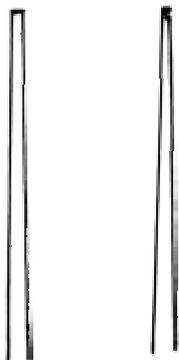

Abb. 1:
- Wenn jetzt an der Form des Holzstäbchens noch etwas gezaubert wird, sind die Voraussetzungen zu einer abgestimmten Dosierung gar nicht mehr so schlecht (Abb. 1). Die Dicke des Schäufelchens ist vorne ca. 0,5 mm und die Breite etwa 1 mm. Die eingeteilte Rundung hält den Klebstoff an der Spitze, aber nur, wenn sie sauber ist.